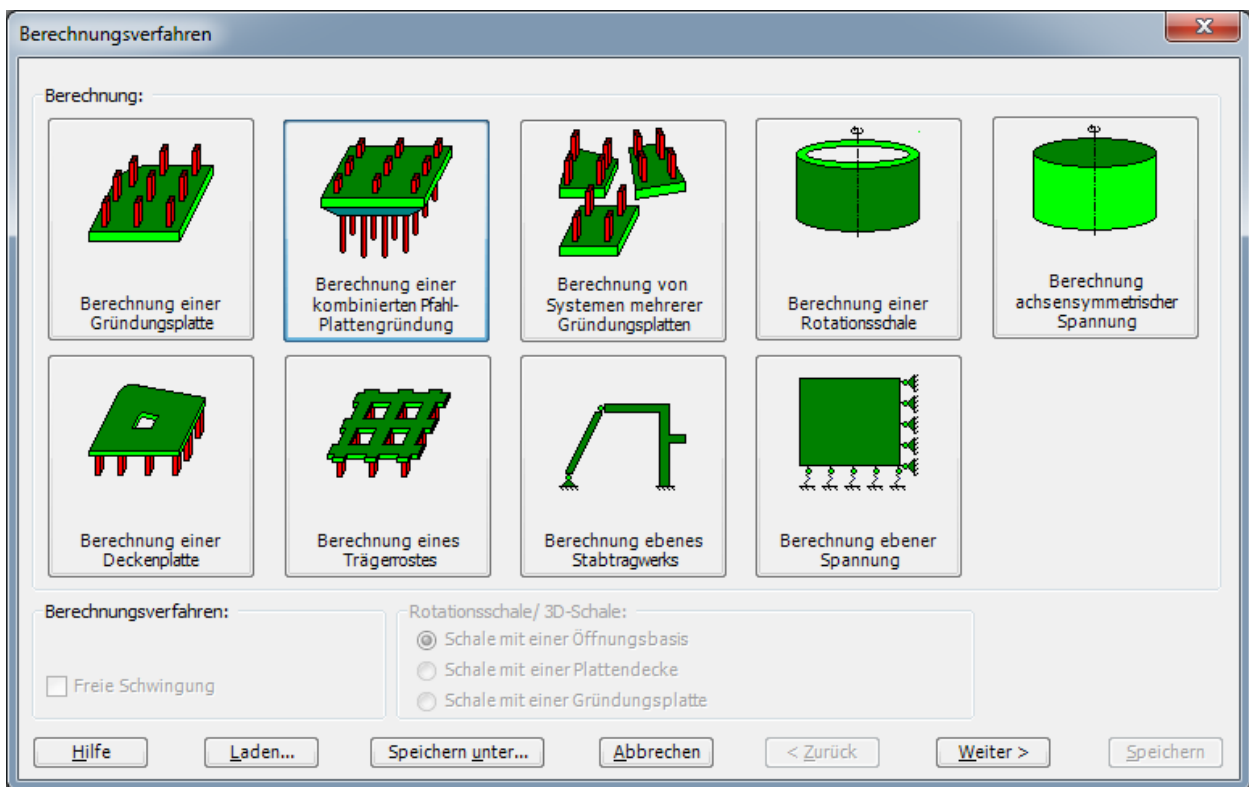

Bild 11.2 Wizard-Assistent "Berechnung"
Um das Projekt zu erstellen, starten Sie *ELPLA* und wählen Sie den Befehl "Neues Projekt" aus dem Menü "Datei" des *ELPLA*-Fensters. Der folgende Wizard-Assistent im Bild 11.2 erscheint. Der Wizard-Assistent vereinfacht den Prozess mit Hilfe der Standard- und vertrauten Wizard-Oberfläche. Ein Wizard-Assistent ist eine Reihe von Menüs in einem speziellen Fenster, die durch eine Aufgabe helfen. In diesem Wizard-Assistent definieren Sie die Berechnung des Problems, weil *ELPLA* verschiedene Statiksysteme behandeln kann. Da die Berechnung eine Pfahlgruppe ist, machen Sie die nächsten zwei Schritte:
- Wählen Sie "Berechnung einer Kombinierten Pfahl-Plattengründung", wie in Bild 11.2 gezeigt